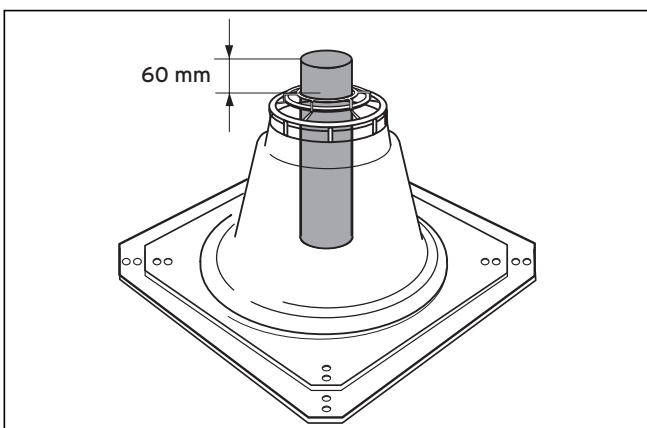

Fig. 5.27 Lungimea conductei superioare pentru gaze arse
- Kontrol: Piesa de supraînălțare cămin trebuie să iasă peste picior cu 60 mm (vezi Fig. 5.27).